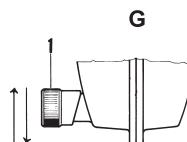

Fig. 5
Belastringen på balansblocket måste hängas upp på karbinhaken (33) (fig.5). Se till att karbinhaken är stängd efter upphängningen av lasten.
Om nödvändigt, flytta och låsa klämman (M) (fig.5) för att begränsa slaget uppåt.
⚠️ Släpp inte lasten om klämman (M) (fig.5) inte stöder mot vajerns klammer (POSITION VISAS I FIGUR 5).
För att tillåta balansblocket att balansera större belastningar inom den tillåtna lastkapaciteten, vrid skruven (44) med den därfor avsedda nynckeln (Fig.5) i riktningen som anges med tecknet "+". För lättare laster, vrid skruven (44) med den därfor avsedda nynckeln (Fig.5) i riktningen som anges med tecknet "-".
Obs: balansblocket blockeras även om cylinderns fjäder är helt avlastad: i detta tillstånd sticker lastningsskruvens huvud (44) (fig.5) ut ca. 4 mm ur kapseln; för att återställa driften, belasta fjädern som beskrivs i avsnittet "Justering av balansblocket"; så snart lastningsskruvens huvud (44) (Fig.5) går tillbaka in i kapseln, påverka kammen med en insexyckel (8) (Fig.5), genom att vrida moturs tills du känner motstånd (ungefär 1/2 varv).